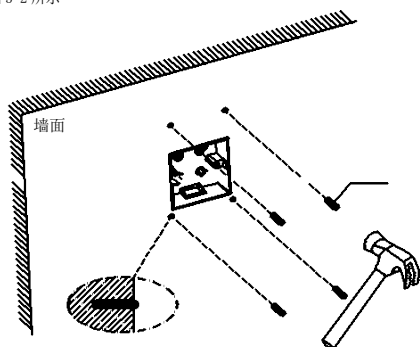

图 3-2
- 2、用铁锤将四个 M6 塑胶胶塞敲入墙内，如图 3-2 所示